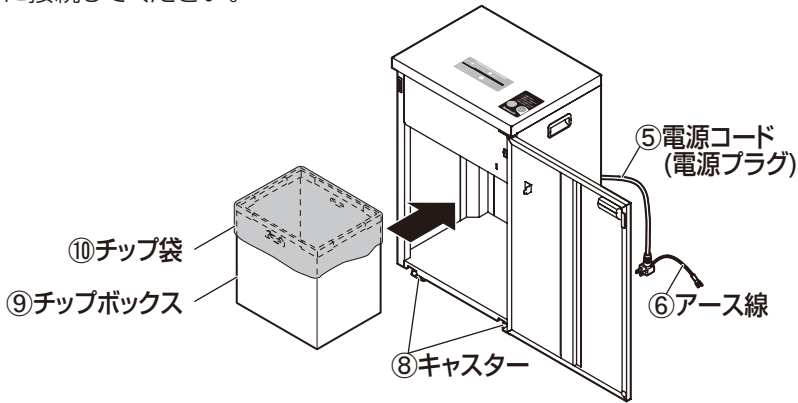

図5 チップボックスのセット
2. チップボックス⑨にチップ袋⑩をセットし、奥に当たるまで押し入れてください。
- !!** ●チップ袋⑩は、チップボックス⑨の内側に密着するようにセットしてください。密着が不十分な場合、満杯センサーの誤動作や細断チップが飛散する原因になります。 図5 参照
3. 電源コード⑤の電源プラグを電源コンセントに差し込んでください。アース線⑥をアース端子に接続してください。